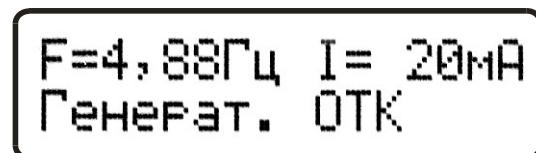

Рисунок 10
6.2.1 Для включения питания генератора необходимо переключить тумблер «Работа/Заряд» в положение «Работа» и нажать кнопку «Вкл. питание». После включения питания происходит проверка заряда аккумуляторов прибора, затем на ЖКИ выводится сообщение, пример которого приведен на следующем рисунке (Рисунок 10):